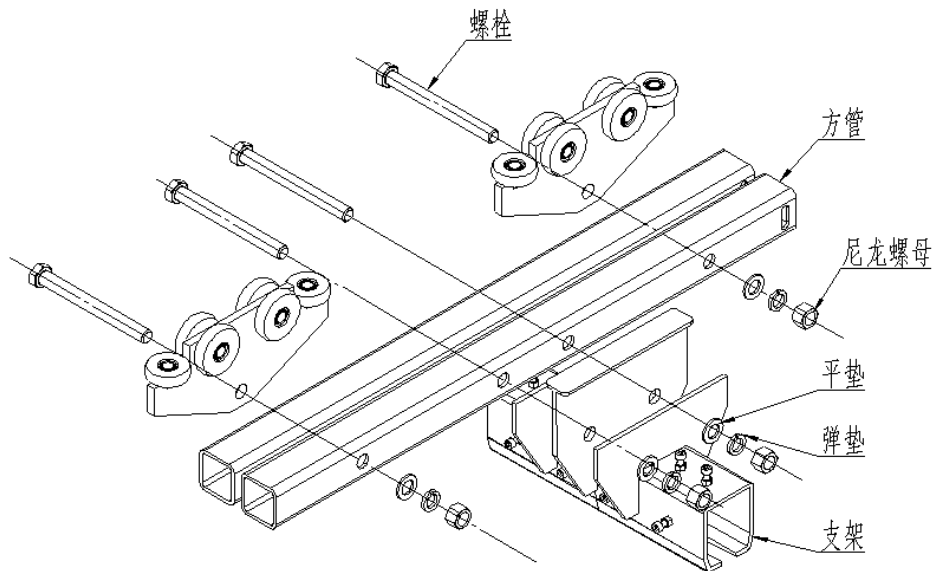

图 5D
5.9 确定加长型型轨小车的方管、支架、承重板以及所需的紧固件齐全(图 5D)。
- 5.10 将加长型型轨小车的方管安装到支架中，穿入连接螺栓（图 5D）。
- 5.11 将尼龙螺母置于每个螺栓的端部，紧贴型轨小车的支架拧紧（图 5D）。